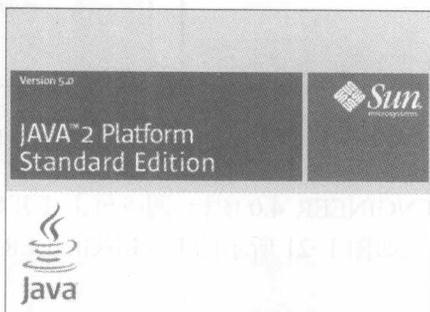

图 1-16 Java 安装欢迎界面
**STEP 14** 系统弹出 Java 安装欢迎界面，如图 1-16 所示。